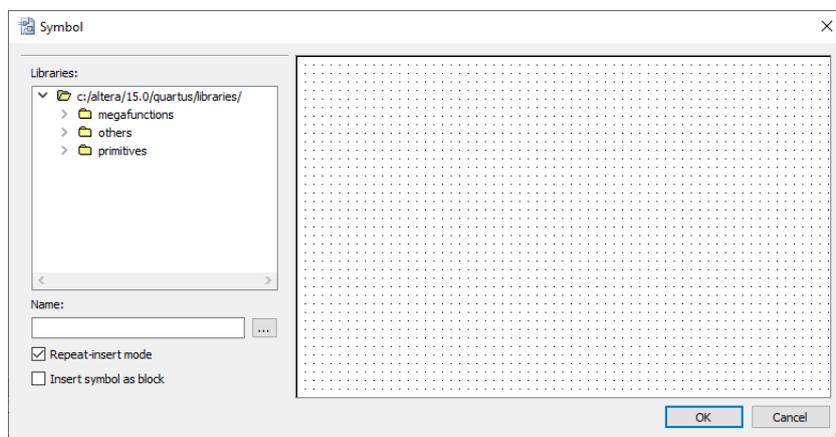

Figura 13: Caixa com as bibliotecas e símbolos para editor esquemático
2. Na janela de abrirá (Figura 13), em **Libraries** clique no ícone **+** para expandir e aparecer os subitens, então da mesma maneira expandir a pasta **primitives** e a **logic**.